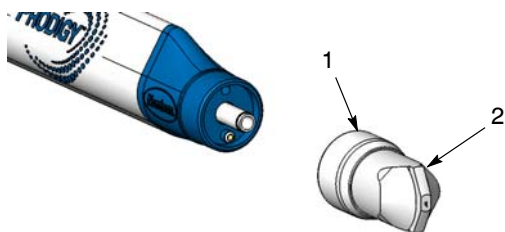

Figura 20 Demontarea duzei
1. A se vedea Figura 20. Demontați piulița de fixare (1) și duza (2).
4. A se vedea Figura 20. Desfaceți duza de pe pistolul de pulverizare pentru a împiedica deteriorarea acestuia în timp ce lucrați.
9. A se vedea Figura 20. Instalați duza (2) și strângeți piulița de fixare (1).